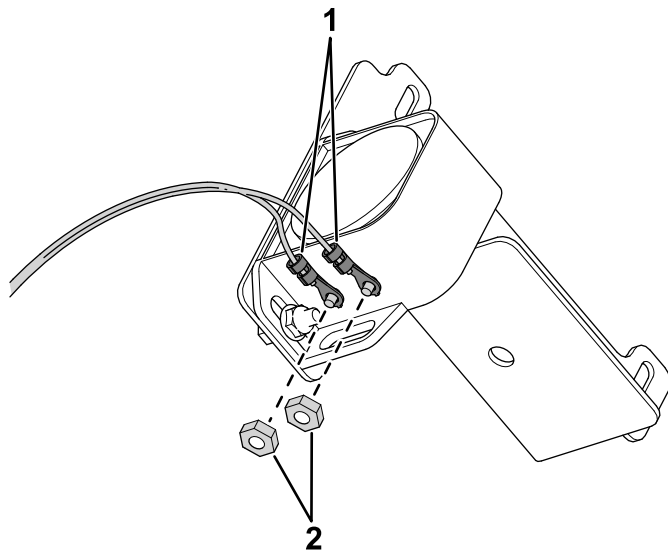

Bild 2
2. Verwenden Sie die vorhandenen Muttern des Rückfahralarms, um die Ringkabelschuhe des Kabelbaums am Rückfahralarm zu befestigen (Bild 2).